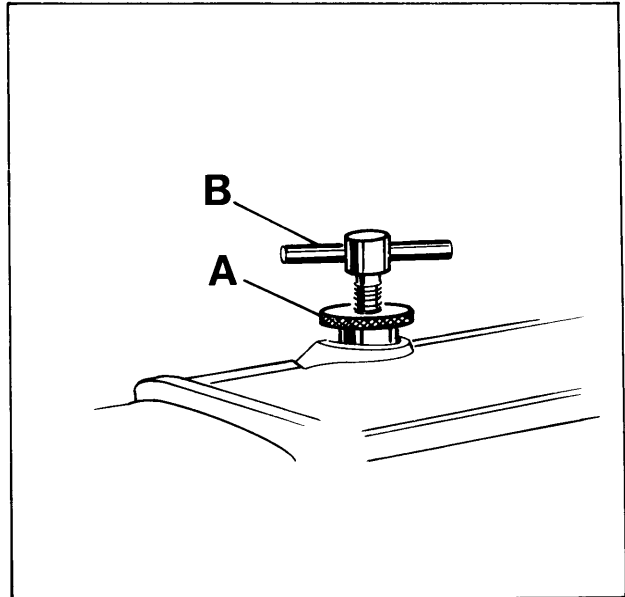

Fig. 22
Rotate handwheel until the lower feed dog is below the throat plate. Loosen knurled nut (A, Fig. 22) and turn out T-screw (B) until it does not exert any pressure on the leaf springs. In this position, the pressure exerted on the presser foot should be so strong that the presser foot bottom and the front end of the presser foot tongue rest squarely on the throat plate.
Gire el volante hasta que el transporte inferior se encuentre debajo de la plancha de la aguja. Afloje la tuerca (A, Fig. 22) y afloje el tornillo (B) hasta que no haga más presión contra los muelles. En esta posición la presión al pie prensatela debería ser tal que la planta del pie prensatela y la parte delantera de la lengüeta del pie prensatela se apoyen plano en la plancha de la aguja.
Now turn in T-screw (B, Fig. 22) until the necessary presser foot pressure for proper feeding is exerted (determine by sewing tests). Secure this setting with the knurled nut (A) which simultaneously fastens the upper arm cover. Remount the face cover and the finger guard.
Ahora apriete el tornillo (B, Fig. 22) hasta que haya suficiente presión al pie prensatela para el transporte de la tela (compruebe con ensayos de costura). Asegure esta posición con la tuerca (A), con la cual se fija simultáneamente la tapa superior en el brazo de la máquina. Coloque otra vez la tapa lateral en el brazo y el protector de los dedos.